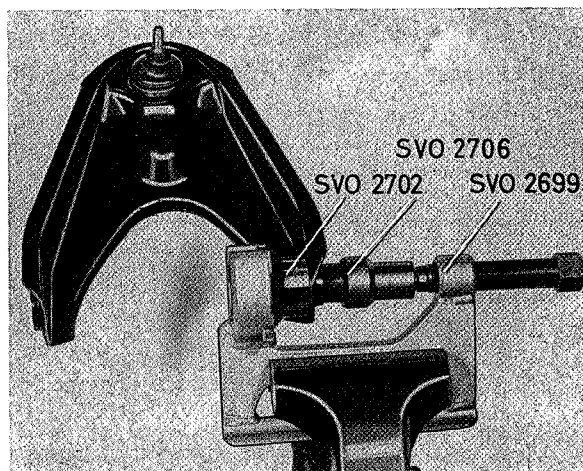

Fig. 6-27. Montage eerste rubber bus, bovenste draagarm
3. Zet het persgereedschap stevig vast in een bankschroef. Pers één van de busen in met gereedschap SVO 2702 en SVO 2706, zie Fig. 6-27.